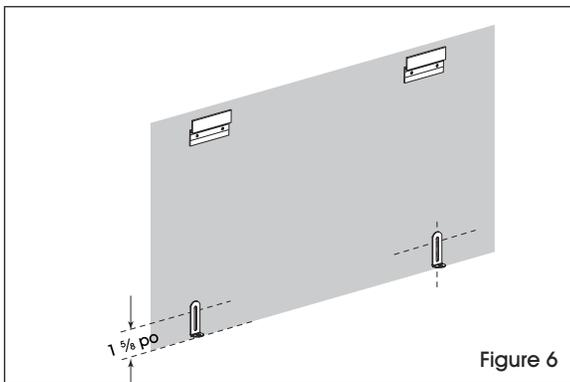

Figure 6
1. Avec le tableau suspendu par les supports du haut, aligner les supports en équerre sur les trous prépercés (situés au bas du cadre) et marquer la position. (Voir Figure 6)